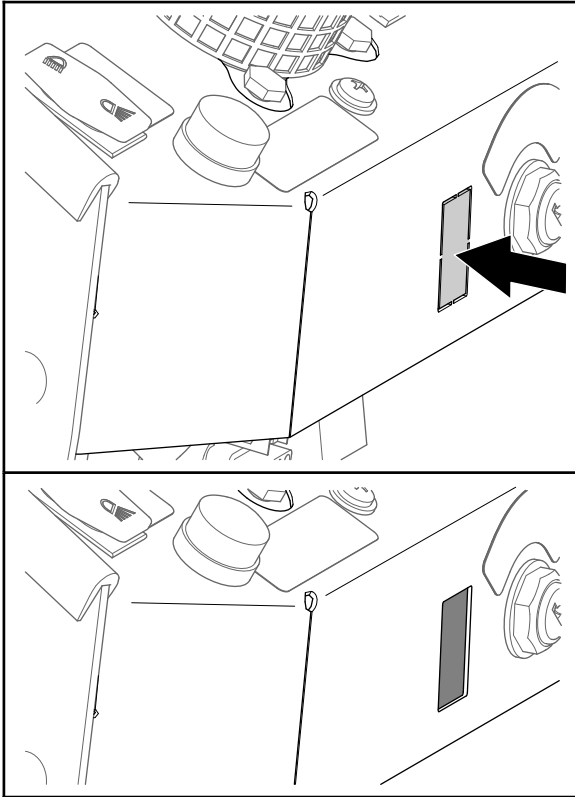

Bild 32
1. Nehmen Sie die rechteckige Blende vom Armaturenbrett ab, wie in Bild 32 abgebildet.